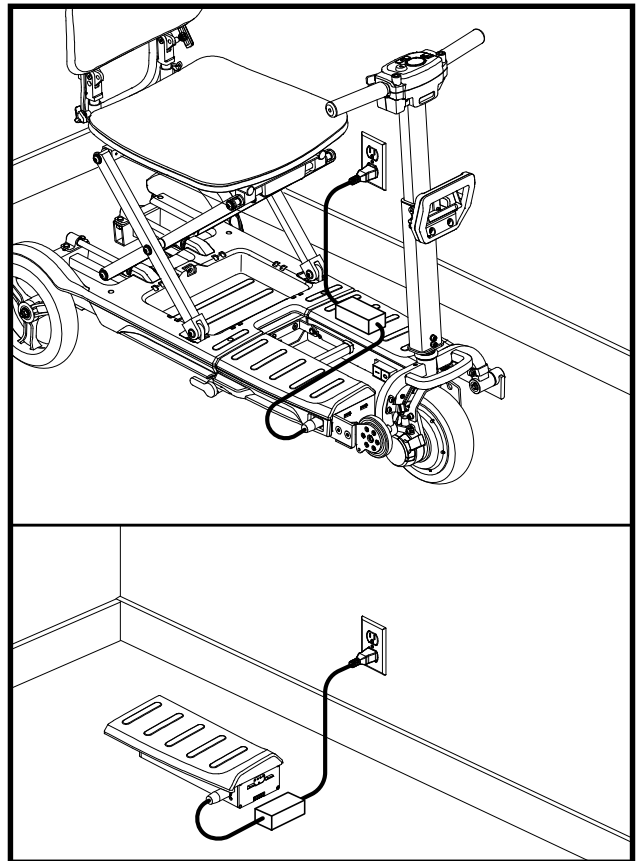

Figure 8. Batterie en charge
5. Branchez le cordon d'alimentation du chargeur dans la prise électrique murale. Voir la figure 8.
6. Attendez deux (2) minutes. Deux (2) voyants rouges sur le chargeur indiquent que la charge a commencé.